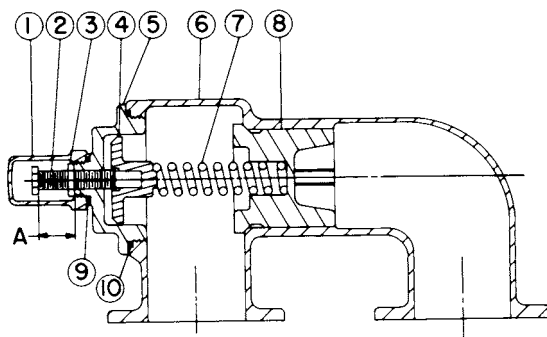

FIGURE 12
2. Mesurez et notez la longueur d'extension de la vis de réglage. Voir "A" sur la Figure 12.